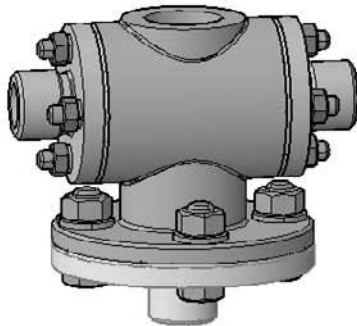

Рис. 12.37. Шпилечное соединение
5. Не удаляйте отражаемые объекты (рис. 12.37).